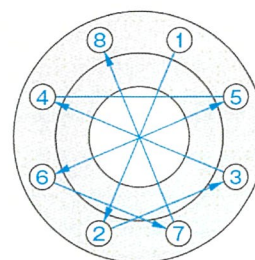

図5 対角締め手順
- ① 図5のように、対角位置にあるボルトを順番に締め付ける。
- ② 締め付けトルクは段階的に増加させ、（例えば目標締め付けトルクの10% → 20% → 60% → 100%）均等に締め付ける。
- ③ フランジ面間の隙間をノギスなどで対角に4箇所測定し、片締めしていないか確認する。